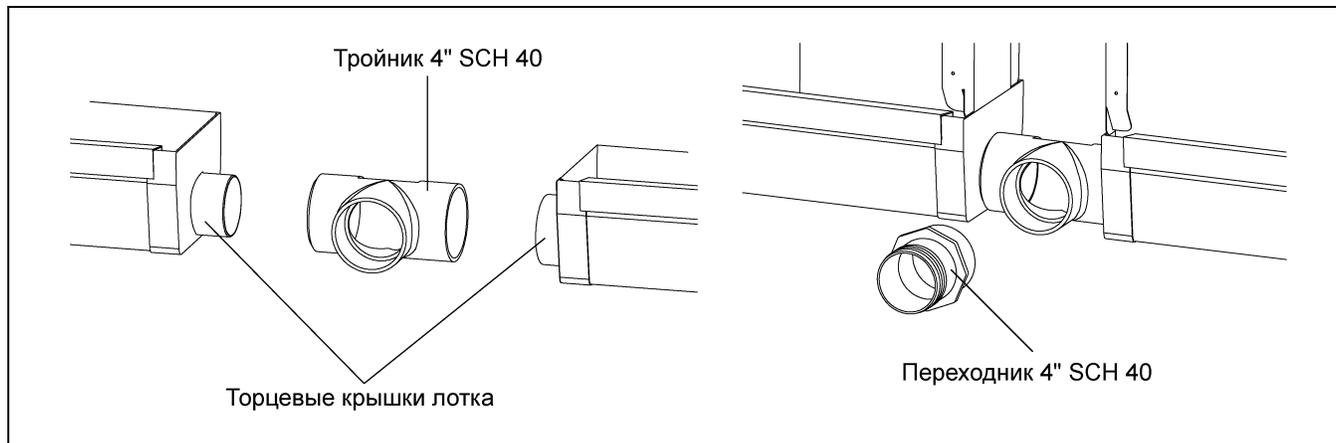

Рисунок 3
**Примечание:** Во время приклеивания тройника к торцевым крышкам испарителя в сборе убедитесь, что выход тройника направлен наружу, чтобы пропустить выпускной шланг, идущий в бак резервуара. (см. рисунок 3.)
**Пункт 4:** Установив тройник, возьмите переходник 4" SCH 40 (60-0422) и приклейте его к тройнику так, чтобы переходник полностью сел на тройник SCH 40. (см. рисунок 3.)